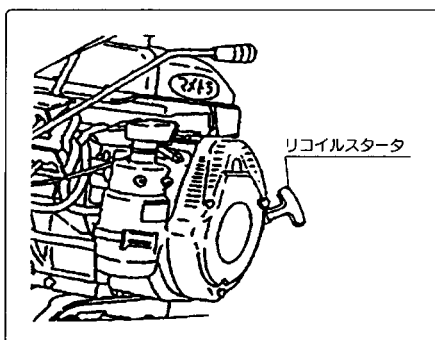

図8
- ⑧ リコイルスタータを圧縮のあるところまで軽く引きこの位置から勢いよく引っ張り、エンジンが始動したらチョークを徐々に元の位置にもどします。リコイルスタータを1~2回操作しても始動しないとき、そのまま何回も引っ張っていると、燃料の吸いすぎとなり、始動がさらに困難となりますのでチョークを元の位置にもどして、リコイルスタータを引っ張ってください。(図8)